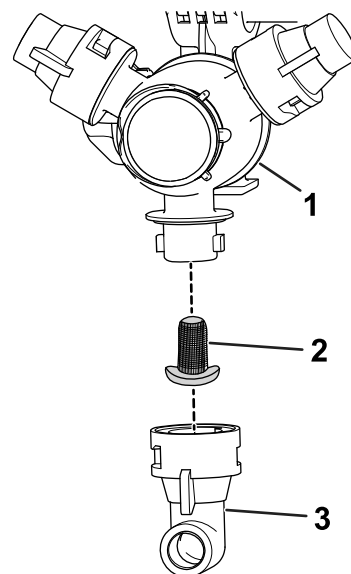

Figure 52
2. Retirez la buse de la tourelle de pulvérisation (Figure 52).
3. Déposez le filtre de buse (Figure 52).
5. Remettez le filtre de buse (Figure 52).
6. Installez la buse sur la tourelle de pulvérisation (Figure 52).